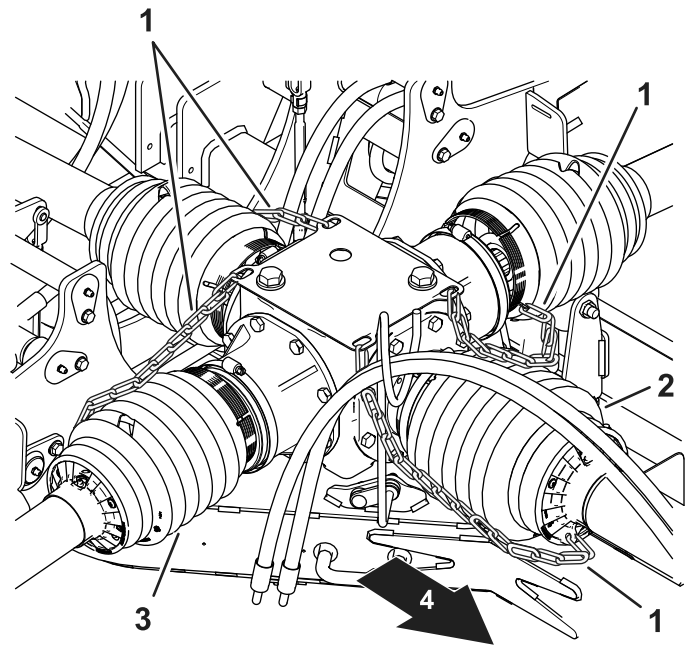
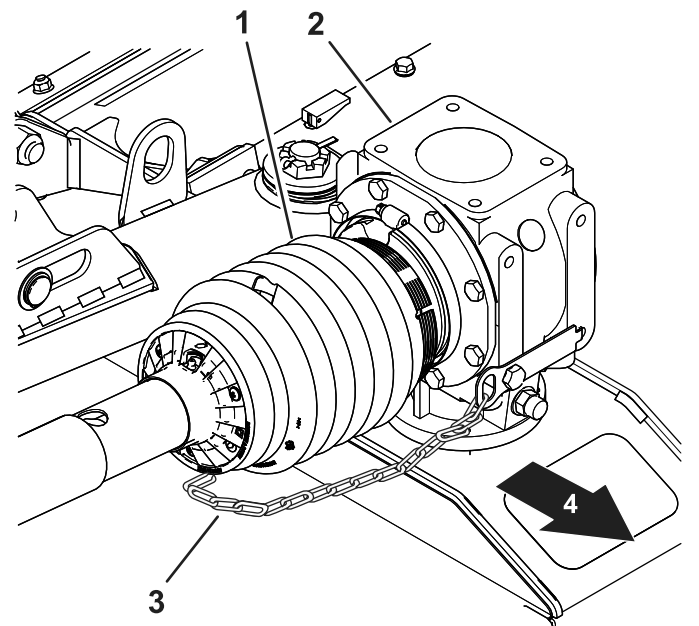
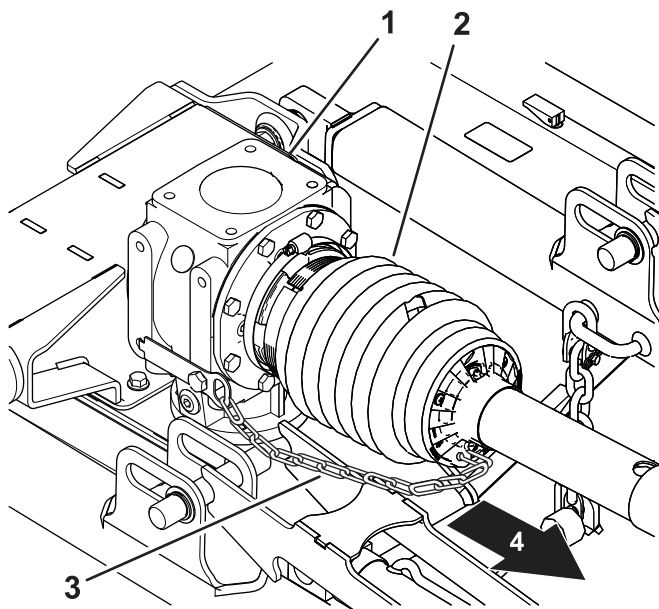
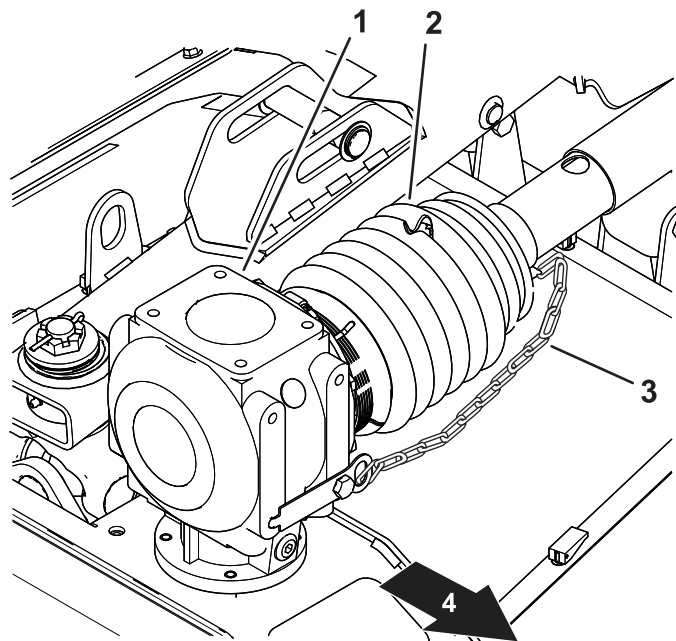

Figure 18
Figure 19
Figure 20
Figure 21
6. Vérifiez que les chaînes de retenue de l'arbre de transmission sont reliées au boîtier d'engrenages central et au boîtier d'engrenages de chaque tablier de coupe (**Figure 18**, **Figure 19**, **Figure 20** et **Figure 21**).